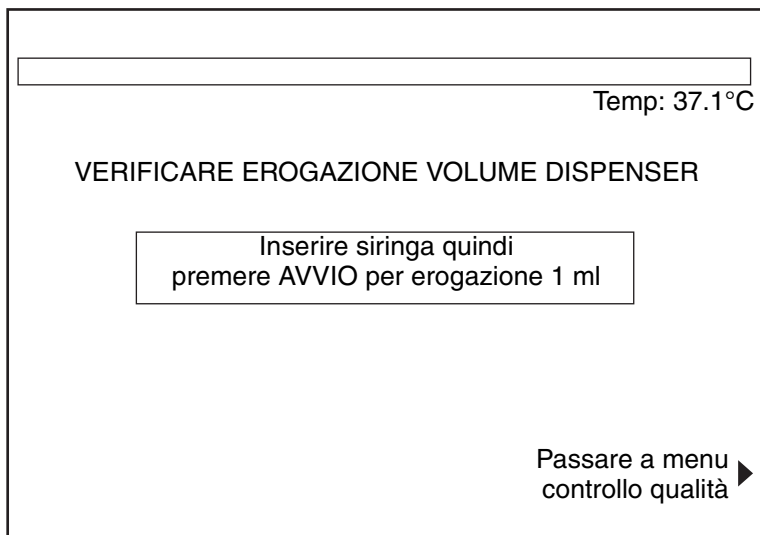

Figura 7-10. Schermata Verificare erogazione volume dispenser (1)
1. Dalla schermata MENU CONTROLLO QUALITÀ (CQ), premere il tasto funzione **[Verificare erogaz. volume dispenser]** per visualizzare la prima schermata di verifica di erogazione volume dispenser (fare riferimento alla Figura 7-10). Durante questa procedura vengono visualizzate tre (3) schermate.